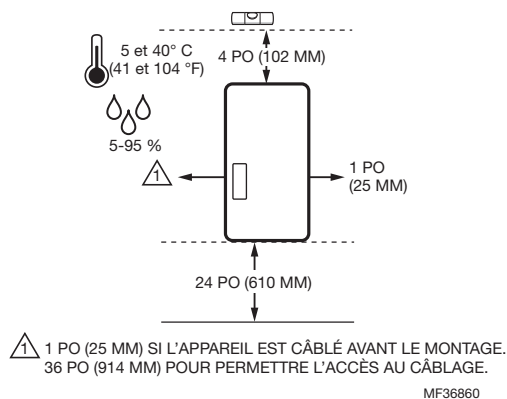

Fig. 1. Dégagements recommandés.
- L'humidificateur doit être de niveau et monté verticalement sur un montant de 2x4 ou sur le conduit. Prévoyez les dégagements minimaux tels qu'illustrés à la Fig. 1.